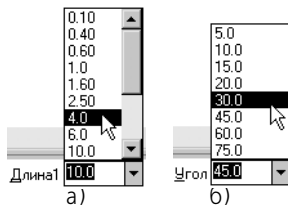

Рис. 13.6.
- Выберите из раскрывающегося списка **Длина1** стандартное значение 4 (рис. 13.6, а).
- Выберите из раскрывающегося списка **Угол** стандартное значение 30 (рис. 13.6, б).